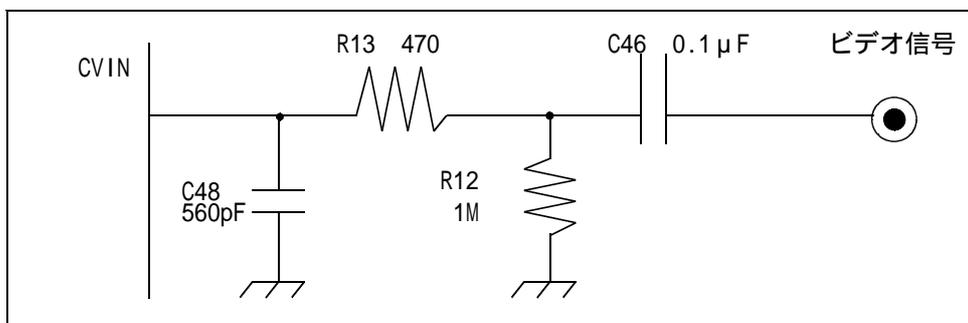

図4.8 CVIN端子信号回路
(1) CVIN端子に接続される部品番号、部品定数及び接続回路を図4.8に示す。